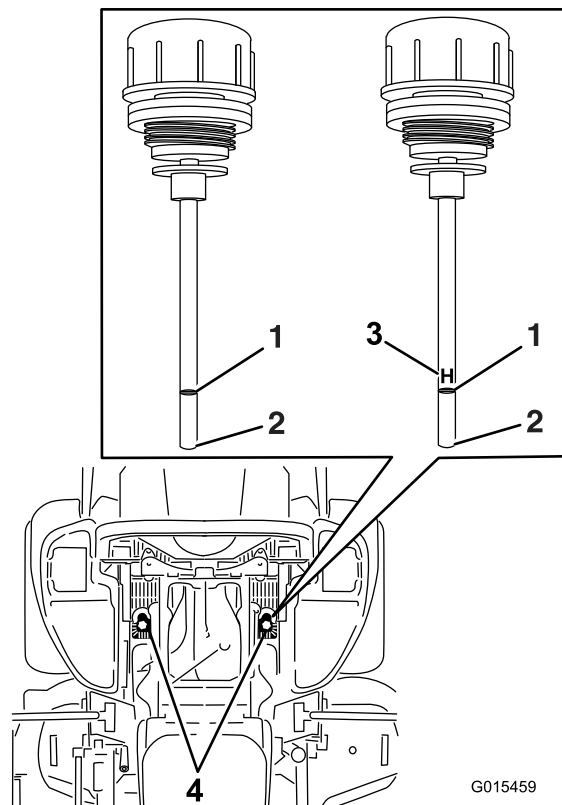

Figura 83
- Limpie la zona alrededor de las varillas de los depósitos del sistema hidráulico (Figura 83).
- Retire una varilla del depósito hidráulico (Figura 83).
- Retire la varilla e inspeccione el extremo (Figura 83).